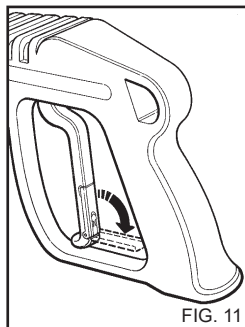

FIG. 11
- Quando l' idropulitrice non viene utilizzata chiudere il dispositivo di sicurezza dell' impugnatura (fig.11).